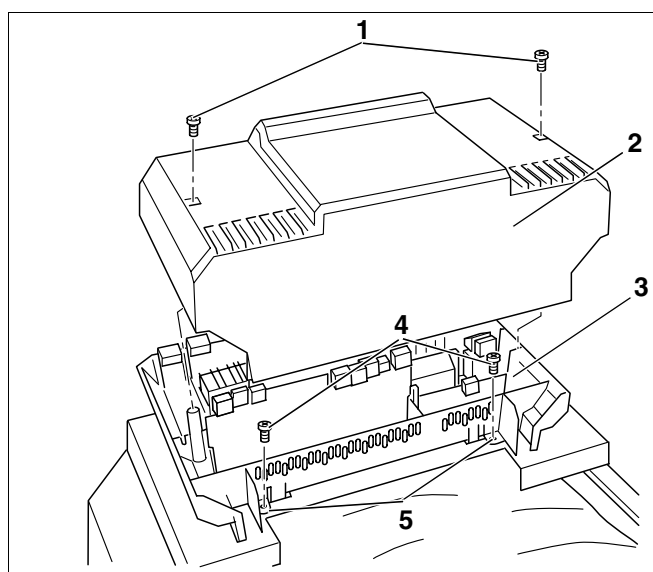

Fig. 25 Fjernelse af kappen (f.eks. instrumentpanel i 2000-serien)
- Fjern de to skruer (fig. 25, **pos. 1**) fra instrumentpanel kappe (fig. 25, **pos. 3**), og tag kappen (fig. 25, **pos. 2**) af.
- Skru instrumentpanel (fig. 25, **pos. 3**) fast på den forreste topplade med to monteringskruer (fig. 25, **pos. 4**) i de dertil beregnede monteringssteder (fig. 25, **pos. 5**) på instrumentpanel.